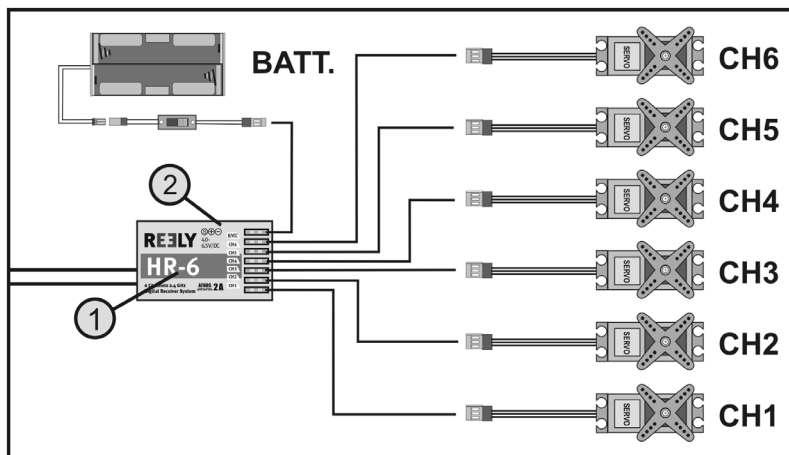

Figura 8
Sul lato destro del ricevitore (vedere figura 8, pos. 1) è possibile collegare fino a 6 servi con connettori JR o Futaba.
Il ricevitore dispone da un lato (vedere figura 8, pos. 2) di un LED che funge innanzitutto da indicatore per lo stato del ricevitore.